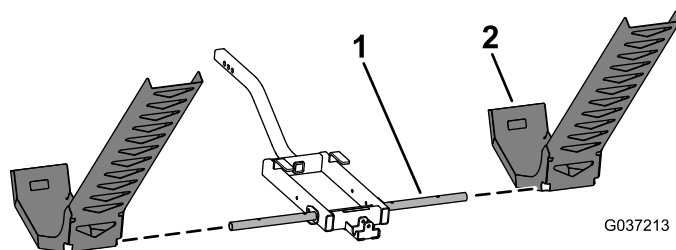

Figura 4
3. Coloque las rampas derecha e izquierda en el eje de pivote del esparcidor (Figura 4).